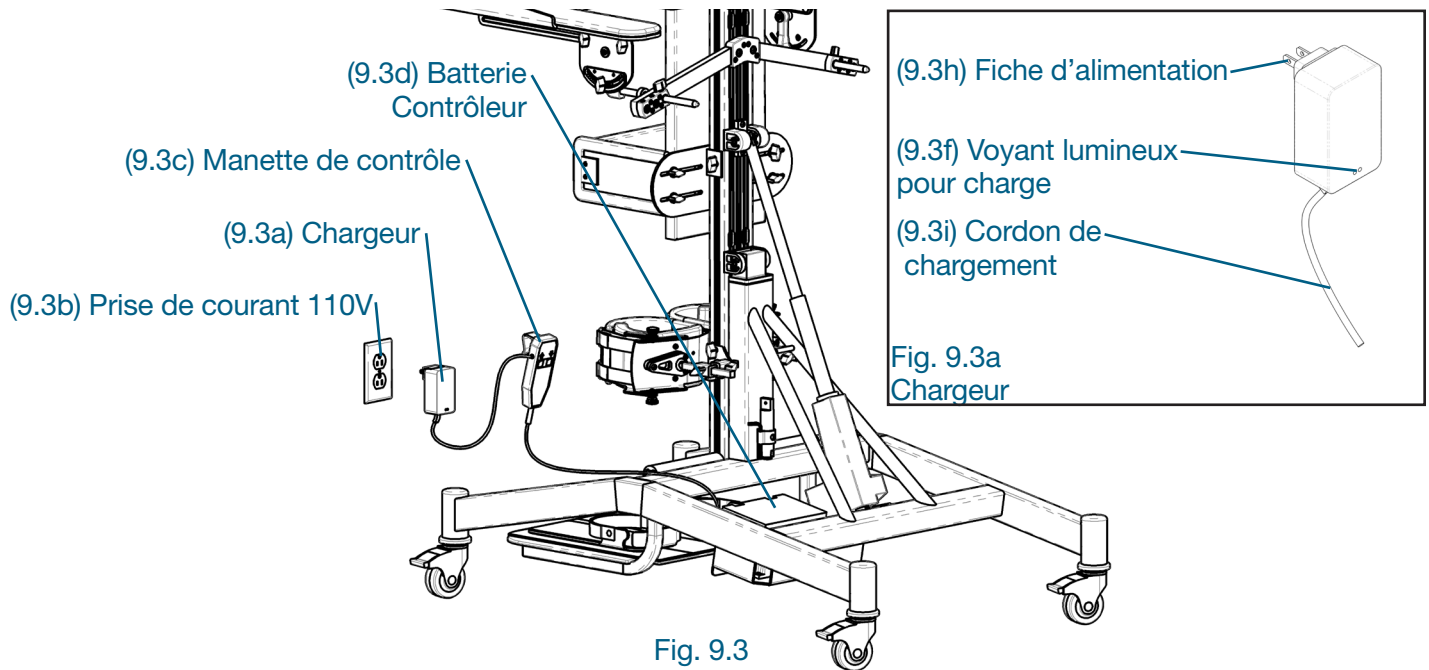

Fig. 9.3
9.3.2 CHARGEMENT (fig. 9.3)
9.3.3 AVANT CHAQUE UTILISATION (fig. 9.3)